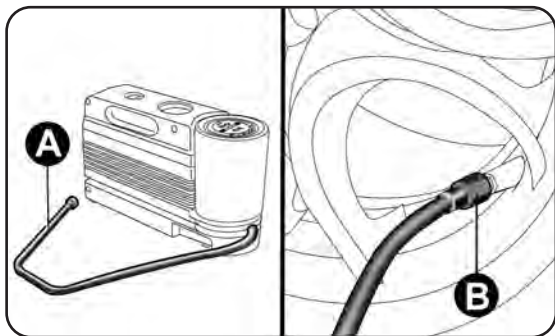

fig. 125
- accione el freno de mano, quite el capuchón de la válvula del neumático, saque el tubo flexible de llenado A-fig. 125 y enrosque la corona B en la válvula del neumático;